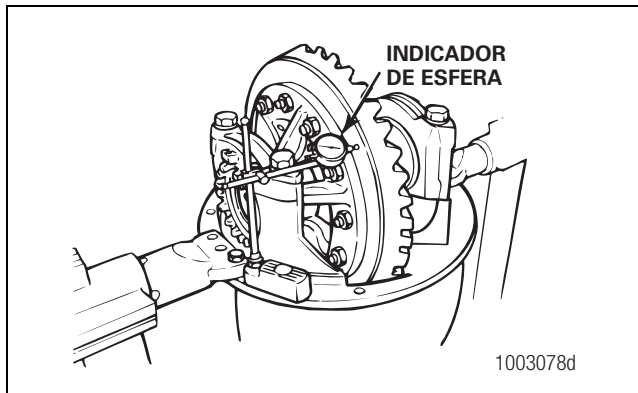

Figura 5.53
1. Fije un indicador de esfera sobre la brida de montaje del portadiferencial de manera que el indicador o buzo esté contra la superficie posterior de la corona. Figura 5.53.